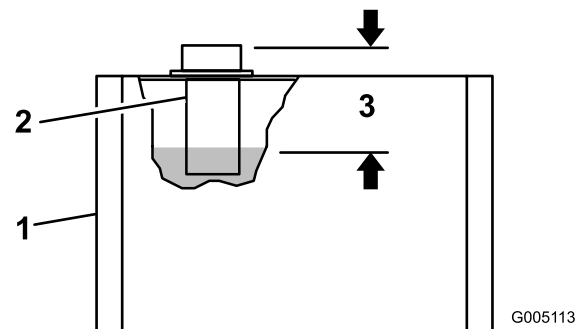

Figura 21
2. Retire el tapón de la parte superior del depósito y compruebe el nivel de aceite. El nivel debe estar a unos 9 cm por debajo de la parte superior del orificio de llenado (Figura 21).